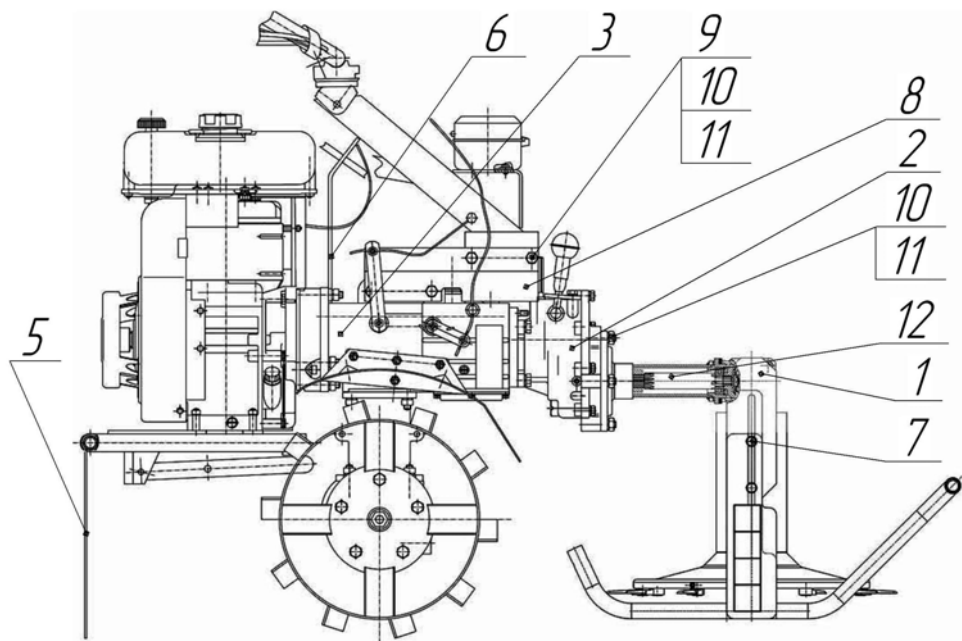
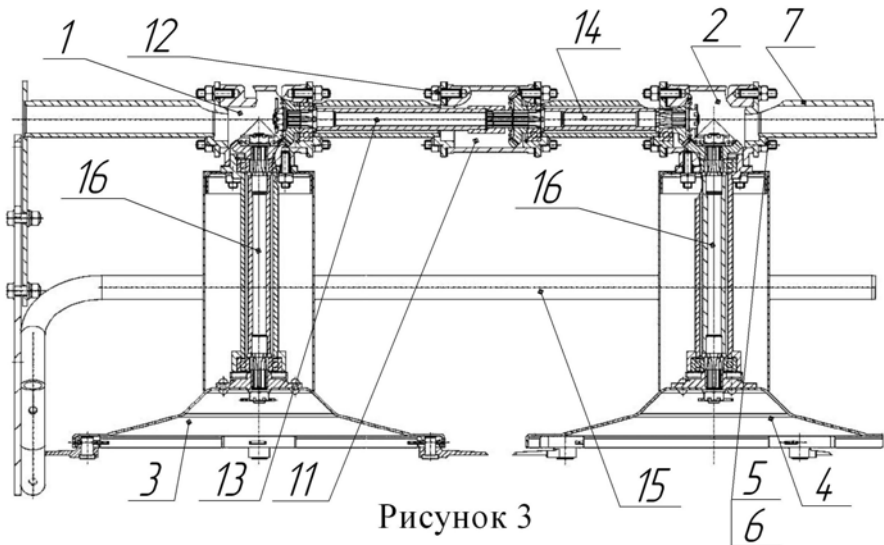

Рисунок 1
Рисунок 3
2.1.10 Пристыкуйте косилку и штору 5 к мотоблоку с редуктором универсальным, как показано на рис. 1.
3.2.1 Для заполнения редукторов привода 1 и 2 режущих дисков 3 и 4 (Рис. 3) необходимо отвернуть гайки 5, снять пружинные шайбы 6 и корпуса трансмиссий 7.
3.2.2 Для заполнения редуктора 11 (Рис. 3) необходимо отвернуть четыре гайки 12 (Рис. 3) крепления к трансмиссии верхней 12 (Рис. 1). В полость редуктора 11 добавить 50 см³ солидола ГОСТ 4366-76.